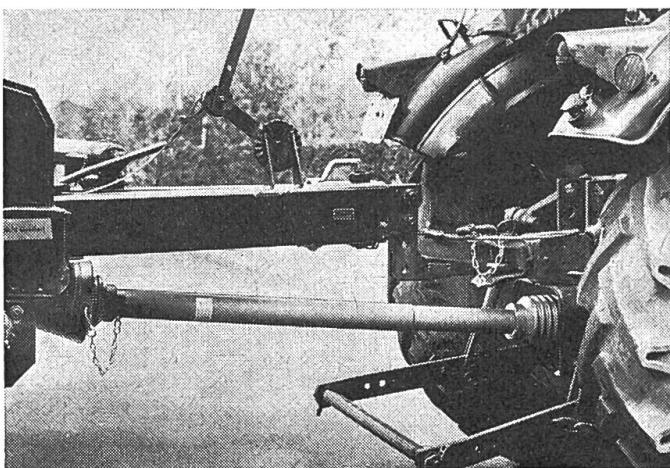

Abb. 3
**Niemals das mit Druckstift versehene Kreuzgelenk (Abb. 3) frei rotieren lassen. Traktorseitig muss es das vom Verkäufer mitgelieferte Schutzschild und maschinenseitig einen Schutztopf aufweisen.**